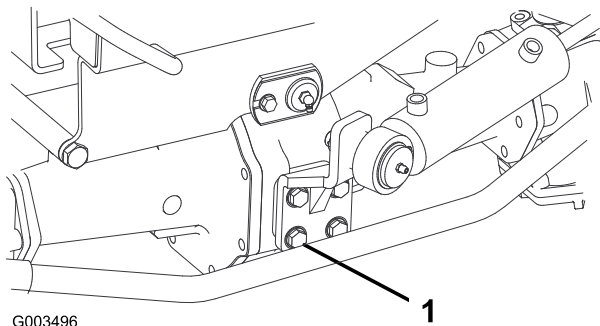

Figura 64
2. Aperte os quatro parafusos na montagem da direção do cilindro (Figura 64) com uma força de 65 a 81 N·m.